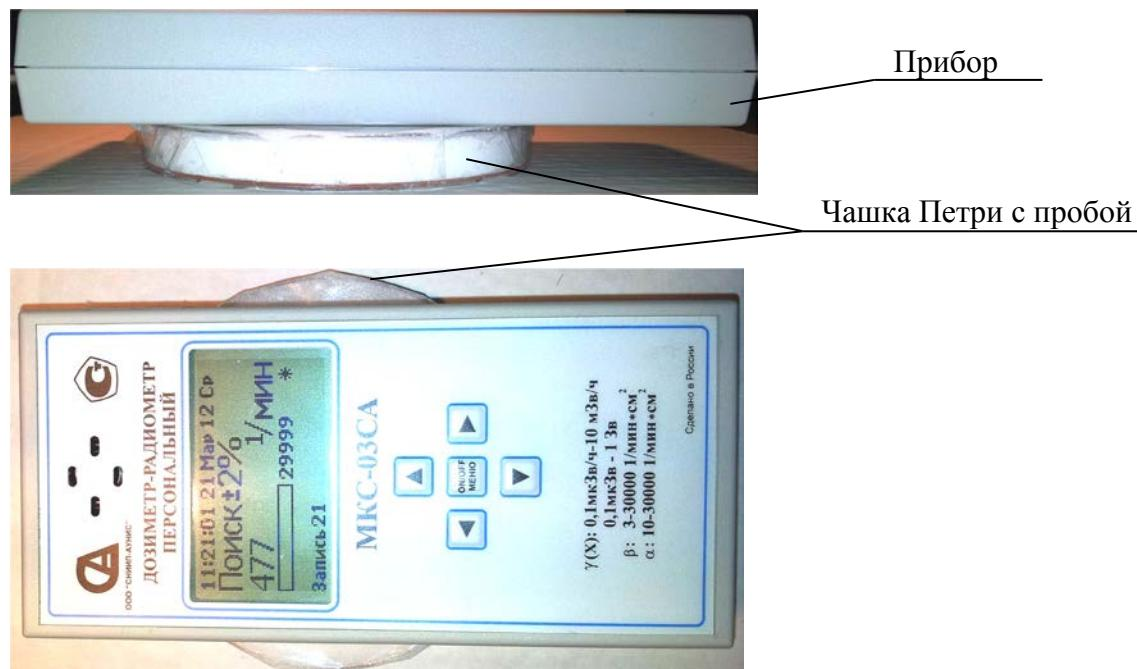

Рисунок 3. Положение прибора и контролируемой пробы во время измерений.
- расположите дозиметр непосредственно на чашке с подготовленной пробой (см. рис. 3.), таким образом, чтобы середина окна детектора располагалась над центром чашки и проведите измерение плотности потока бета- частиц от поверхности подготовленной пробы  $\Phi_{\beta+\phi}$ ,  $\text{мин}^{-1}$ , при достижении статистической погрешности не более 2% (время измерения пробы может достигать до 30 мин);